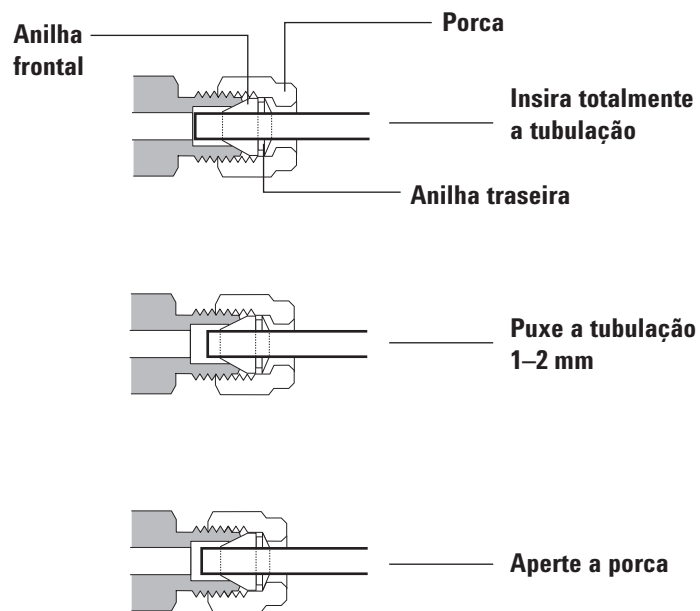

Figura 15. Inserir a tubulação
- 4 Empurre a tubulação totalmente para dentro do plugue e depois puxe-a para fora aproximadamente 1 a 2 mm. Consulte a **Figura 15**.